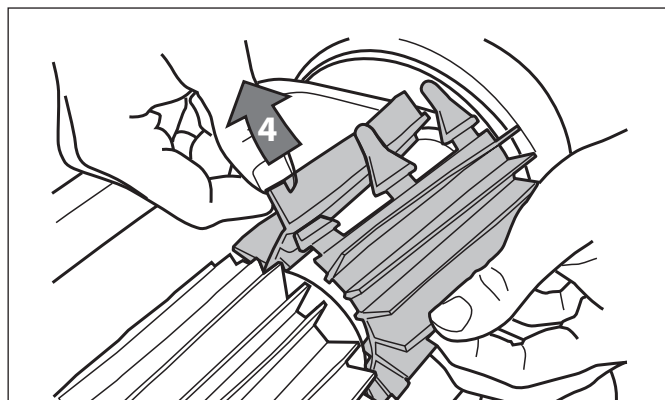

Figure 29. Tirer les onglets à travers chaque fente
- Enfilez chaque languette dans la fente fournie et introduisez-la délicatement jusqu'à ce que le talon sorte de l'autre côté de la fente (Figure 29).